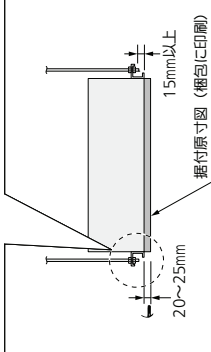

図 4
- 発泡材付きフッシャーは発泡材面を下側に取付けてください。作業時に発泡材付きフッシャーを吊ボルトに保持することができます。下側のナットは図4のようにダブルナットを使用してください。
- 吊ボルトの長さは、図4のように吊金具下面から15mm以上隙間があくようにしてください。